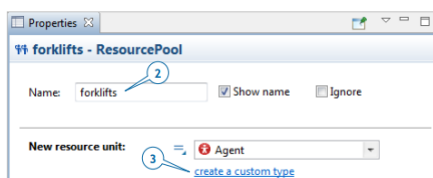

Рисунок 11.2 – Блок навантажувачів
2. Назвіть блокові навантажувачі (рис. 11.2).